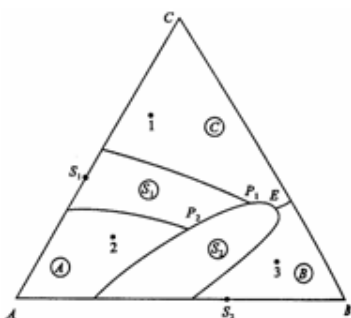

图6-17
6-29根据图6-17回答下列问题：(1) 说明化合物 $S_1$ 、 $S_2$ 的性质；(2) 在图中划分副三角形及用箭头指示出各界线的温度下降方向及性质；(3) 指出各无变量点的性质并写出各点的平衡关系；(4) 写出1、3组成的熔体的冷却结晶过程；(5) 计算熔体1结晶结束时各相百分含量，若在第三次结晶过程开始前将其急冷却（这时液相凝固成为玻璃相），各相的百分含量又如何？（用线段表示即可）；(6) 加热组成2的三元混合物将于哪一点温度开始出现液相？在该温度下生成的最大液相量是多少？在什么温度下完全熔融？写出它的加热过程。